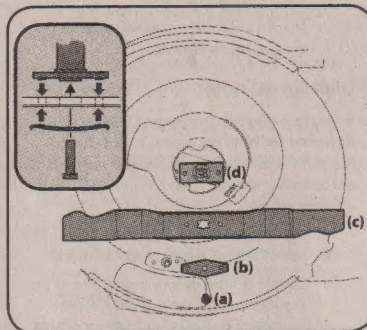

Figura 4-6
3. Retire el perno (a) y el soporte de la cuchilla (b) que sostienen la cuchilla y el adaptador al cigüeñal del motor. Vea la Figura 4-6.
4. Saque la cuchilla (c) y el adaptador (d) del cigüeñal. Vea la Figura 4-6.
6. Lubrique el cigüeñal del motor y la superficie interna del adaptador de la cuchilla con aceite ligero. Deslice el adaptador de la cuchilla (d) sobre el cigüeñal del motor. Instale la cuchilla en el adaptador con el lado marcado "Grass Side" (lado del césped) (o con el número de parte) hacia el piso cuando la cortadora de césped está en posición de funcionamiento. Asegúrese que la cuchilla quede alineada y asentada en las bridas del adaptador. Vea el recuadro de la Figura 4-6.